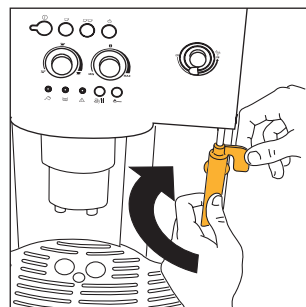

Fig.25
- Rode o botão para a direita até ao limite máximo e, com uma mão, mantenha a pega do tubo do emulsionador de cappuccinos bloqueada e, com a outra mão, desenrosque o emulsionador de cappuccinos, rodando-o para a direita, e desencaixe-o, puxando-o para baixo (fig. 25).